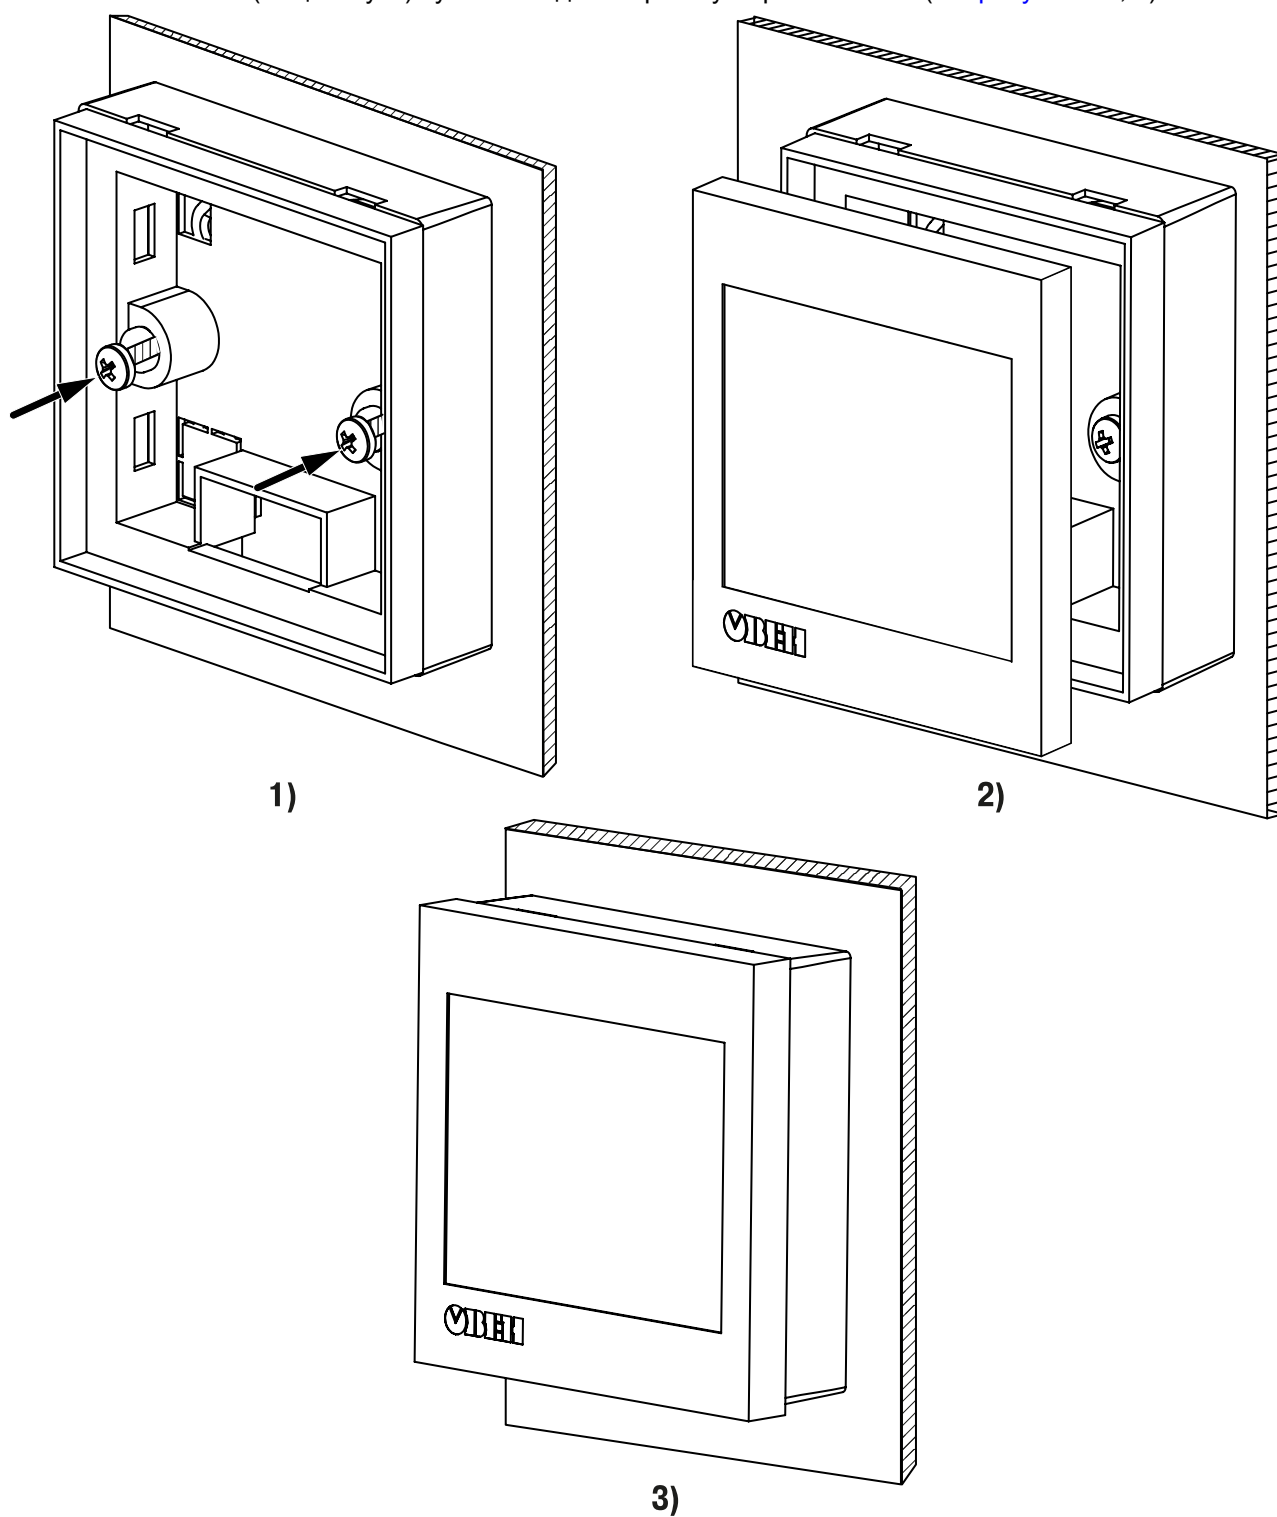

Рисунок 4.3 – Настенная установка
3. Закрепить кронштейн и заднюю крышку на поверхности с помощью крепежных элементов из комплекта поставки (см. рисунок 4.3, 1).
4. Установить (защелкнуть) пульт на заднюю крышку с кронштейном (см. рисунок 4.3, 2).